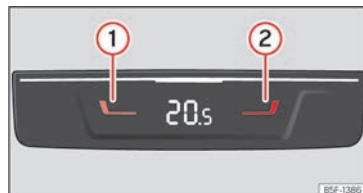

Abb. 116 In der Mittelkonsole hinten: Bedienelemente für die Mitfahrer auf den hinteren Sitzen.
- Drücken Sie die Tasten **1** und **2** **>>> (Abb. 116)**, um die Temperatur für die hinteren Sitzplätze einzustellen.